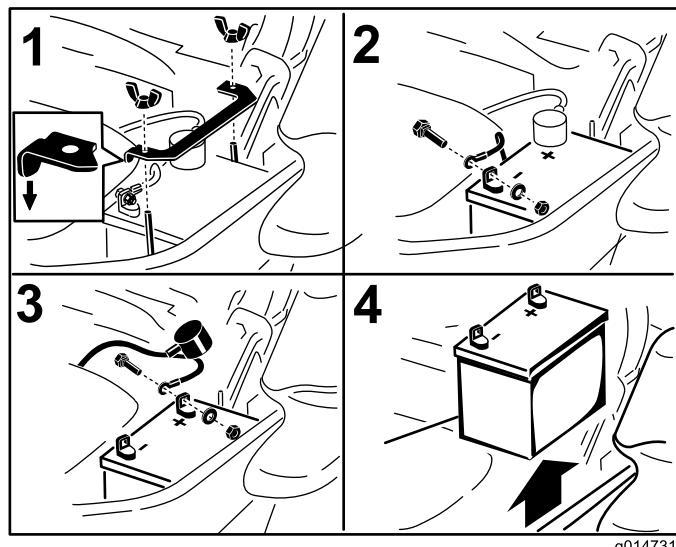

Figura 56
3. Primero desconecte el cable negativo (negro) del borne negativo (-) (negro) de la batería (Figura 56).
4. Retire la cubierta de goma roja del borne positivo (rojo) de la batería y retire el cable positivo (+) (rojo) (Figura 56).
5. Retire la tuerca de orejeta que sujeta la abrazadera de la batería (Figura 56).
6. Retire la abrazadera (Figura 56).
- Coloque la batería en la bandeja, con los bornes frente al depósito de aceite hidráulico (Figura 56).
- Fije los cables con 2 pernos, 2 arandelas, y 2 contratuerca (Figura 56).
- Instale la abrazadera y sujetela con la tuerca de orejeta (Figura 56).